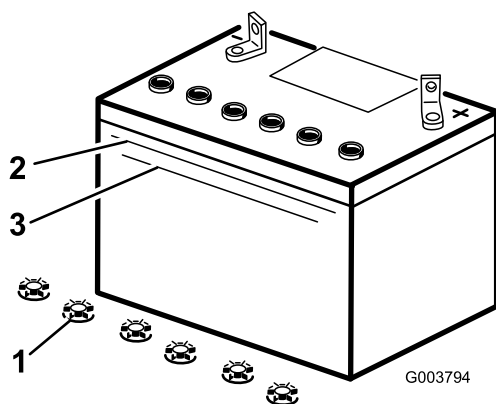

Figure 38
2. Observez le côté de la batterie. Le niveau de l'électrolyte doit atteindre le trait supérieur (Figure 38). Le niveau d'électrolyte ne doit pas descendre au-dessous du trait inférieur (Figure 38).
3. Enlevez les bouchons de remplissage de la batterie (Figure 38).
4. Versez de l'eau distillée avec précaution dans chaque élément jusqu'au repère supérieur (Figure 38) sur le côté de la batterie.
5. Attendez cinq à dix minutes après avoir rempli les éléments. Au besoin, ajoutez de l'eau distillée pour amener le niveau jusqu'au repère supérieur sur le côté de la batterie (Figure 38).